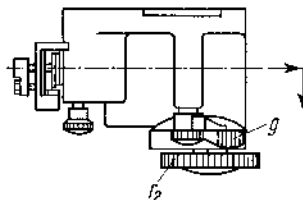

Bild 34
4. Objektivträger mit beiden Händen anfassen, in Projektionsrichtung drücken und aus der Führung herausnehmen (Bild 34).